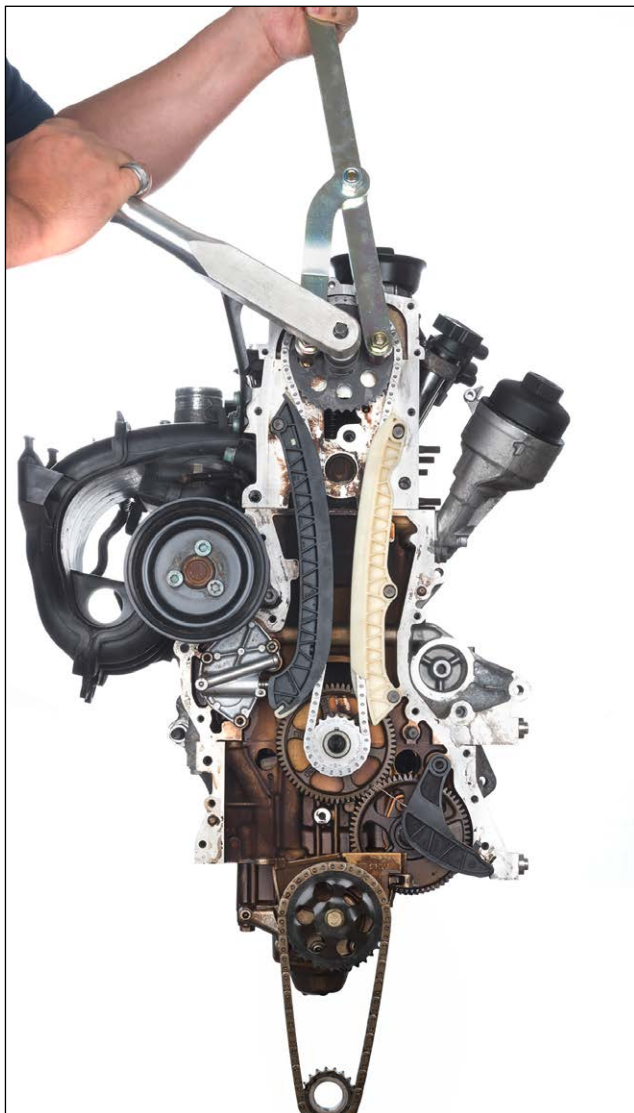

bild 8
Lossa kamaxelhjulets fästskruv med hjälp av mothållet (bild 8). Lossa kamaxelhjulet från kamaxeln. Kamaxelhjulet måste kunna rotera fritt. Vrid motorn på vevaxeln i motorns rotationsriktning tills låsverktyget för vevaxel OE (T 10021) kan sättas in (bilder 6, 7). Låsverktygets tapp måste sättas in i samma nivå i hålet på svänghjulet. Ventiltiderna är nu korrekt inställda.
8. Lossa kamaxelhjulets skruv med hjälp av mothållet (bild 8).